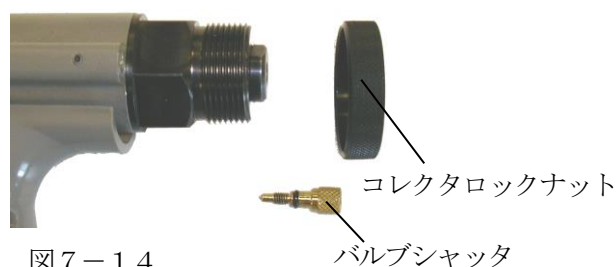

図7-14
- (3) コレクタロックナット、バルブシャッターを外して下さい。(図7-14)